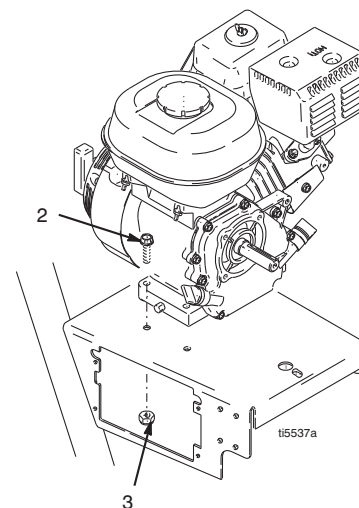

FIG. 12
3. FIG. 12. Enlever les deux écrous (3) et vis (2) de l'embase du moteur.
2. FIG. 12. Mettre les deux vis (2) en place sur l'embase du moteur et les freiner avec des écrous (3). Serrer à 20 ft-lb (27,12 N·m).